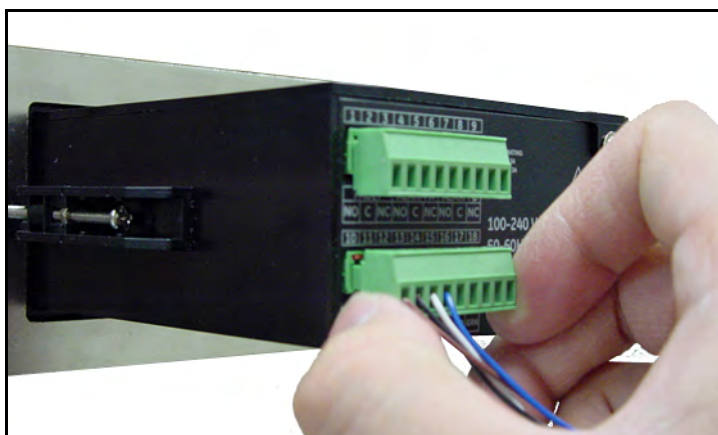

Abbildung 29: Wiederanschießen des Steckers an die Klemmenleiste
4. Schließen Sie den Stecker wieder an die untere Klemmenleiste an der Rückseite des **dew.IQ** an (siehe *Abbildung 29* unten).